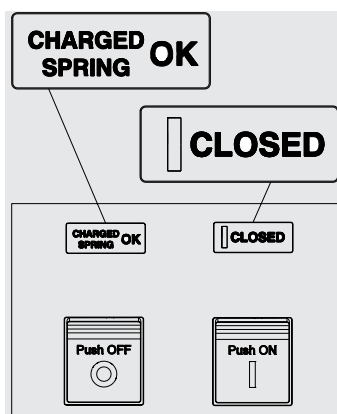

Figure 52
4. Disjoncteur fermé avec ressorts bandés (voir Figure 52). Cet état se vérifie quand après la fermeture (voir étape 4 - Figure 52) les ressorts sont bandés de nouveau manuellement ou automatiquement par le motoréducteur (si prévu).